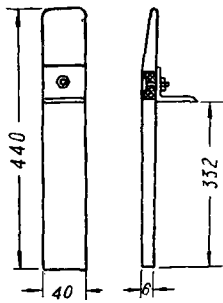

图 12 导向木板
- 2) 保证安装精度，即同心度和圆周方向定位的问题。原来内墙骨架外围有一层厚 8 毫米的电工绝缘纸层已经严重受潮，这次也取掉了。我们采用八根导向木板（见图 12）固定在内墙骨架上，它既起着导向作用，同时又起定线圈同心度的作用。导向木板是用五合板做成的，它